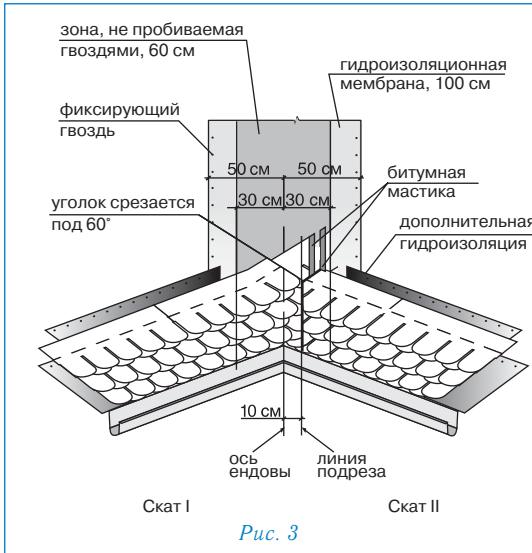

Рис. 3
- лист, подходящий к ендове со ската II, должен доходить до линии подрезки и обрезаться по ней. Верхний уголок обрезанного края листа подрезается под углом 60° (5 3 см — рис. 3);